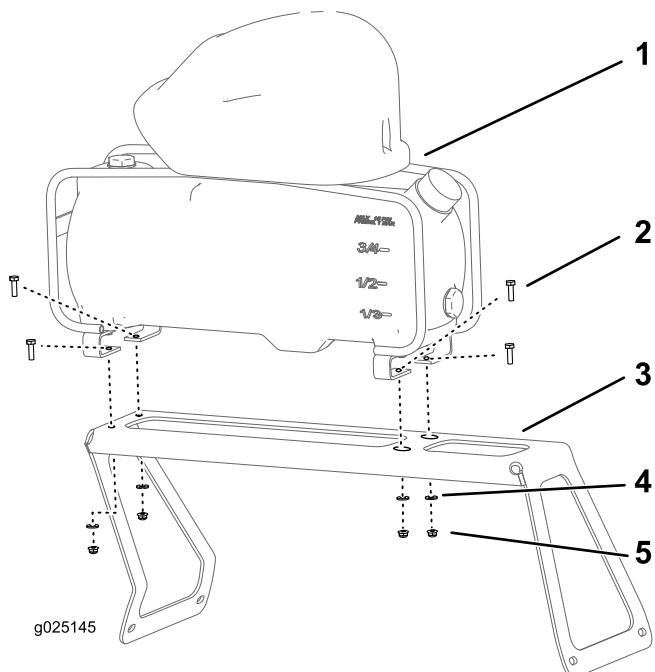

図3
1. フォームマーカーのタンクとコンプレッサを図3に示すように取り付けブラケットにセットする。
2. ブラケットにタンクとコンプレッサを固定する図3; 1/4 x 7/8 インチ4本、ワッシャ1/4インチ4枚、フランジロックナット1/4インチ4個を使用する。